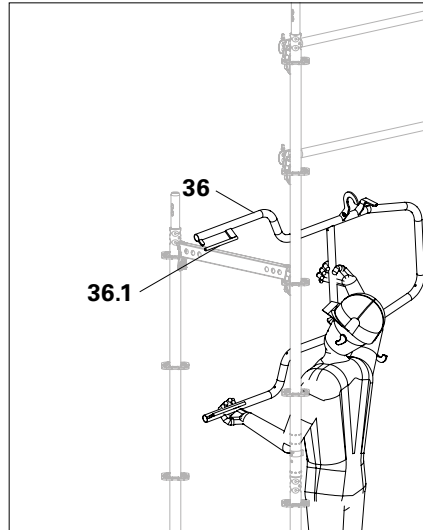

Abb. A5.13a
1. Vorlaufendes Stirngeländer (36) über den Querriegel hängen. Die Absteckpins (36.1) müssen zur Gerüstaußenseite zeigen. (Abb. A5.13a)